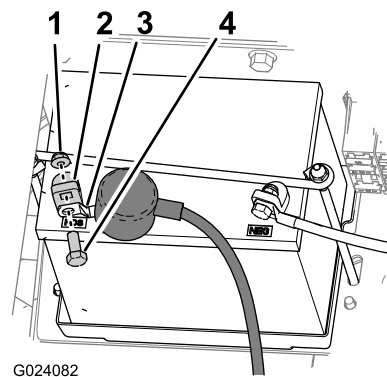

图4
5. 滑回绝缘盖卸下将电池正极接线端子固定到电池正极的螺栓和螺母图4。